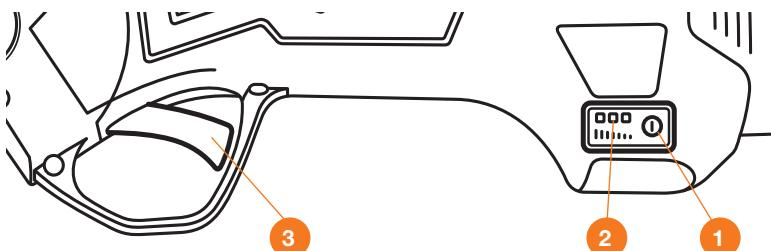

Рис. 4
Вставьте штекер зарядного устройства в разъем аккумуляторной батареи (Рис. 4).
Аккумуляторный секатор **DAEWOO** оборудован дисплеем, указывающим остаточный заряд аккумуляторной батареи и зуммером, дублирующим действия оператора. Нажмите на кнопку ①, после двойного звукового сигнала индикатор ② покажет степень заряда батареи. Для начала работы дважды, кратковременно нажмите на триггерный выключатель ③. После двойного сигнала зуммера ножи раскроются и секатор будет готов к дальнейшей работе (Рис. 4).
Для выключения секатора нажмите и удерживайте несколько секунд триггерный выключатель, после первого сигнала зуммера ножи закроются, удерживайте триггерный выключатель еще некоторое время и после последующего двойного сигнала зуммера ножи останутся в закрытом положении. Нажмите кнопку ① (Рис. 4) на дисплее, индикатор погаснет, затем извлеките батарею из разъема рукоятки секатора.
Через 1 минуту инструмент переходит в режим блокировки. Дважды нажмите на триггерный выключатель ③ (Рис. 4), чтобы отключить блокировку и активировать секатор для работы.